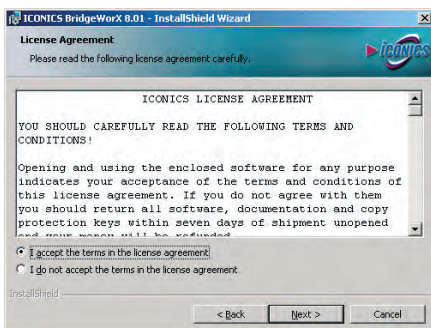

Рис. 13. Лицензионное соглашение
3. На экран будет выведено лицензионное соглашение Iconics (рис. 13). Ознакомьтесь с ним и в случае согласия выберите пункт **I accept the terms in the license agreement** (Я принимаю условия лицензионного соглашения). В противном случае установка будет прекращена. Нажмите кнопку **Next** (Далее).